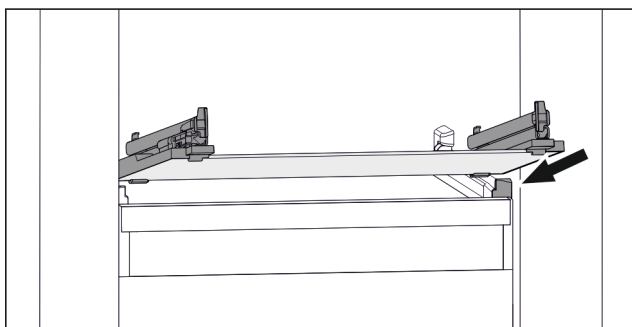

Fig. 98 Vejledende visning af glaspladen
- Sæt glaspladen skråt bag stoppene. (se Fig. 98)